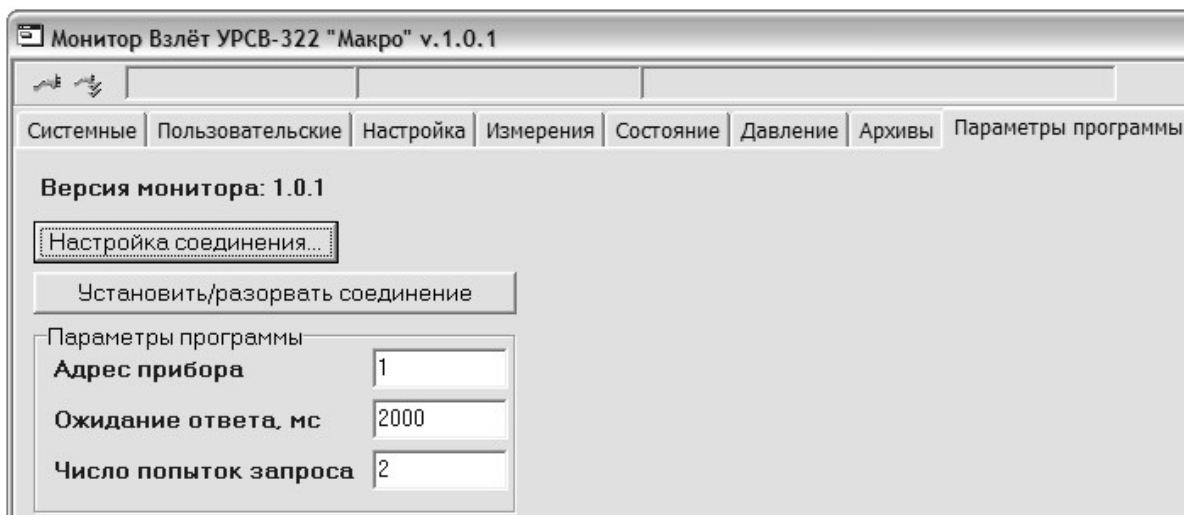

Рис.4. Окно вкладки «Параметры программы».
- 3.1.2. Подключить сервисный кабель к разъему СЕРВИС на блоке ВП. Соединить USB-порт компьютера и разъем RS-485 сервисного кабеля через адаптер сигналов USB-RS232/485. На компьютере запустить файл УРСВ-322.vpr. На экране монитора появится окно с вкладкой «**Параметры программы**» (рис.4):
- 3.1.3. Установить связь с расходомером, нажав кнопку **Установить / разорвать соединение** (рис.4). При удачном завершении операции вид окна изменится (рис.6).
3.1.13. При наличии нескольких расходомеров, объединенных в сеть по интерфейсу RS-485, перейти в окно вкладки **Параметры программы** (рис.4) и выполнить настройку адресов и временных задержек для корректной связи с другими расходомерами в сети.